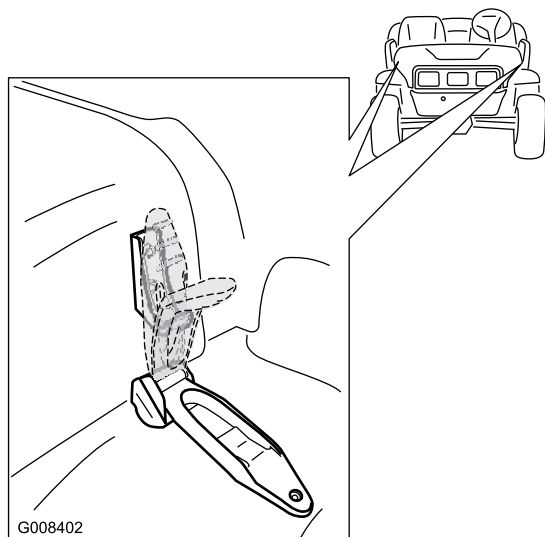

Рисунок 24
1. Поднимите ручки резиновых защелок с каждой стороны капота (Рисунок 24).
2. Закрепите капот, совместив резиновые защелки с фиксаторами защелок с каждой стороны капота (Рисунок 24).